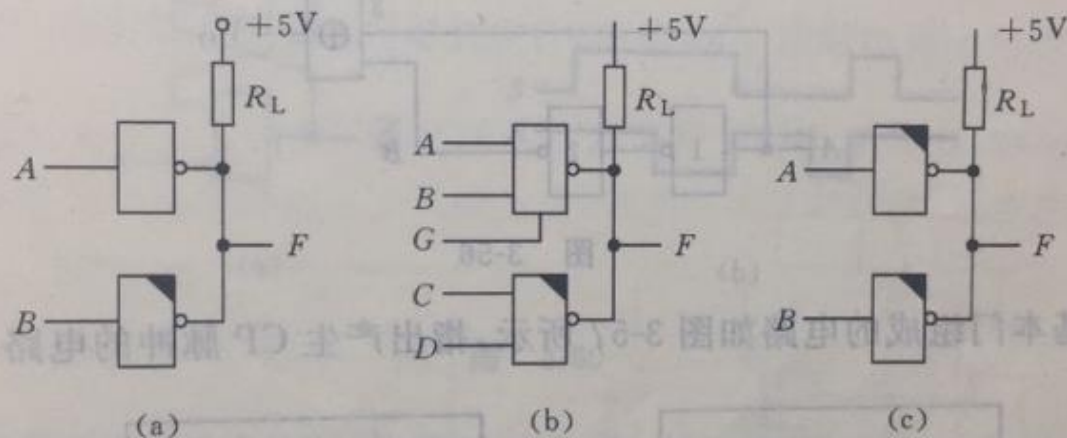

图 3-53
3.11 在图 3-53 所示各图中,将能正常工作的打“√”,不能正常工作的打“×”。